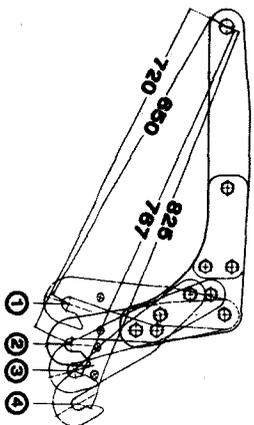

Fig. 43
sind Unterlenkerarm und Fanghaken, wie in Fig. 43 gezeigt, zu verwenden. Der Oberlenker hat eine Einstelllänge von 560 mm bis 820 mm.
- a) Einstellmöglichkeiten für Kombinationen mit Packerwalze PW 420 nach Fig. 43.